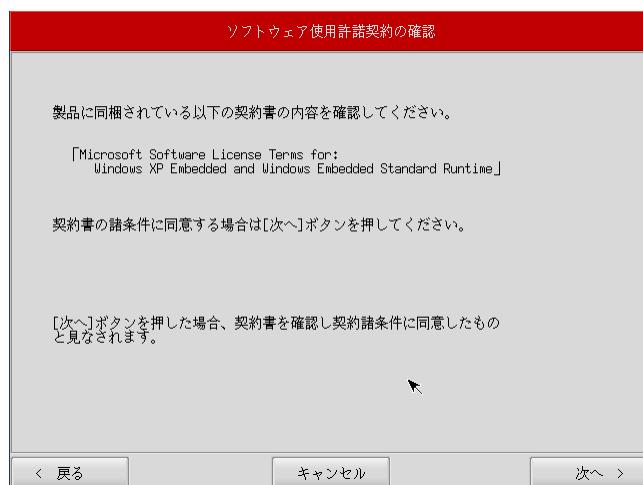

図6-2-3. ソフトウェア使用許諾契約確認画面
- ⑦ ソフトウェア使用許諾契約確認画面（図6-2-3）が表示されます。使用許諾契約を確認し、使用許諾契約の諸条件に同意できる場合は[次へ]ボタンを押します。